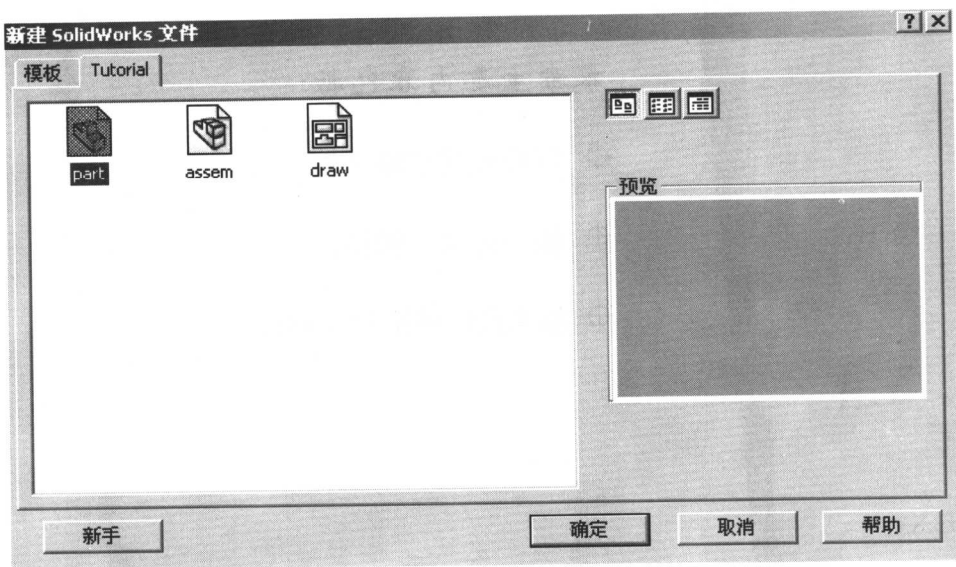

图 1-1 【新建文件】对话框
① 单击主菜单的新建图标 ，或选择【文件】/【新建】命令，或使用快捷键【Ctrl+N】，弹出【新建 SolidWorks 文件】对话框，如图 1-1 所示。